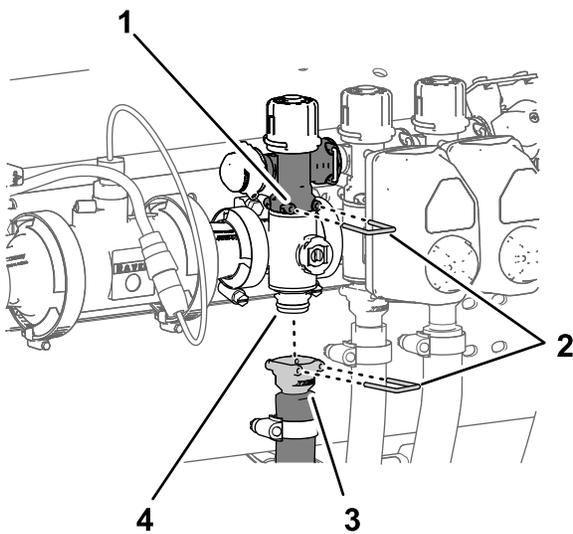

Figura 115
1. Retire la grapa que sujeta el acoplamiento rápido de la válvula de desvío de sección al distribuidor de sección (Figura 115).
2. Retire la grapa que sujeta el acoplamiento rápido de la manguera de alimentación al distribuidor del acoplamiento rápido del distribuidor de sección (Figura 115).